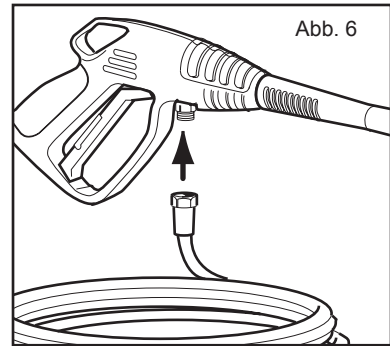
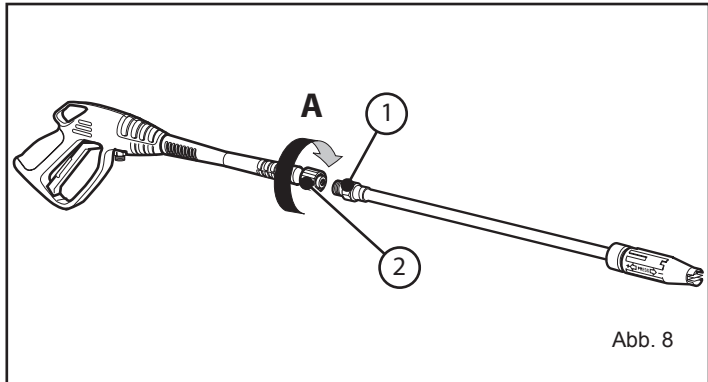

Abb. 6
Abb. 8
Die Maschine durch Betätigung des Schalters (Abb. 7, pos. 1) einschalten und für einige Minuten leer laufen lassen, um Fremdkörper und Luftblasen aus der Hydraulik zu entfernen; anschließend den Hochdruckschlauch auf die Pistole schrauben (Abb. 6) und die Lanze aufsetzen (Abb. 8). Die Maschine wieder einstellen und prüfen, ob der Wasserstrahl gleichmäßig ist. Andernfalls ggf. vorhandene Schmutzteilchen aus der Düse entfernen, ein paar Sekunden abwarten, bis der Betriebsdruck wieder hergestellt ist, und dann die Pistole ein- oder zweimal öffnen und schließen. Zur Reinigung mit heißem Wasser den Schalter drücken (Abb. 7, pos. 2). Der Brenner läuft beim Gerät unter Druck.
Die Lanze wird mit dem Gewinde (pos 1) auf die Pistole (pos. 2) geschraubt. Die Lanze wird in die durch Pfeil (A) angezeigte Richtung bis zum vollständigen mVerschluß gedreht (vgl. Abb. 8).